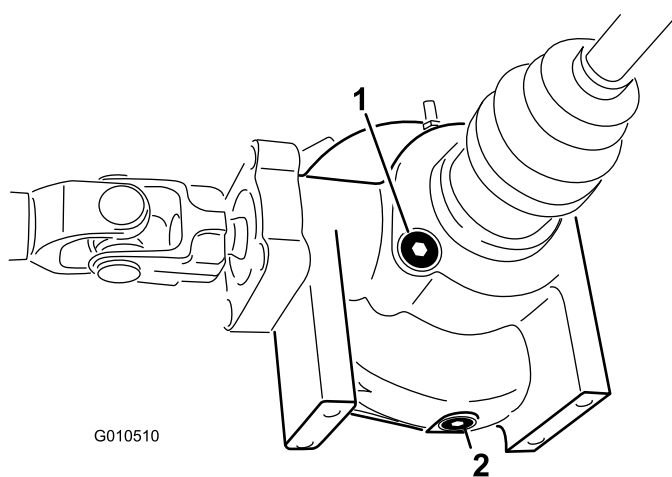

Bild 50
2. Reinigen Sie den Bereich um die Ablassschraube an der Seite des Differenzials (Bild 50). Stellen Sie eine Auffangwanne unter die Ablassschraube.